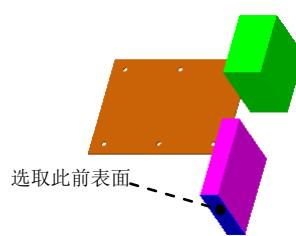

图 17.3.12 选取参考实体
参考几何体 (G) → 基准面 (F)… 命令。选取图 17.3.12 所示的模型表面作为参考实体，在 后的文本框中输入数值 25.0，选中 反转 复选框。名称为 CASE_FORNT。